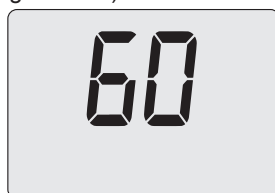

Figura 5.45
- Premendo il tasto 17 (Figura 5.42) sul display LCD appare il valore del parametro P03 (Figura 5.45).